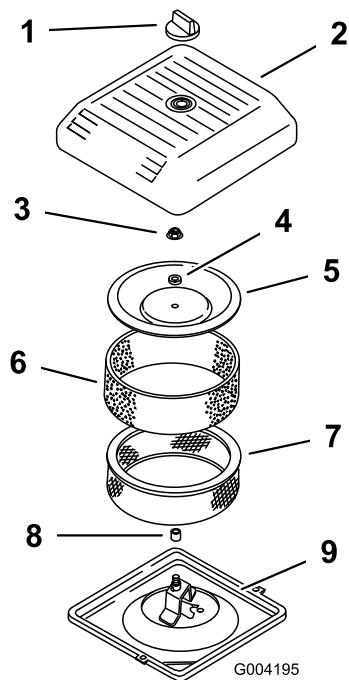

Figure 144
3. Dévissez le bouton et déposez le couvercle du filtre à air (Figure 144).
4. Sortez délicatement le préfiltre en mousse de l'élément en papier (Figure 144).
5. Dévissez l'écrou du couvercle et enlevez le couvercle, l'entretoise et l'élément en papier (Figure 144).